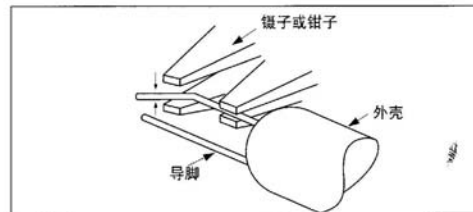

图4
- (2) 要修改弯曲的导脚时，要压住外壳基侧的导脚，且从上下方压住弯曲的部位，再进行修改 (参阅图 4)。